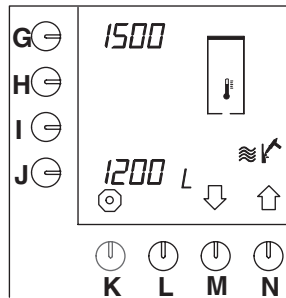

Abb. 27 Entkalkungszählwerk für das Heißwassersystem
- Das Entkalkungszählwerk erscheint im Display (Abb.27).